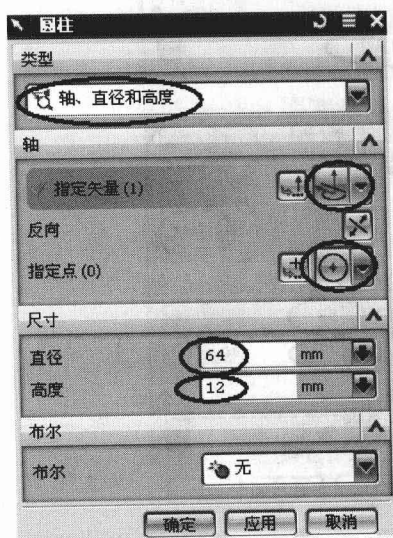
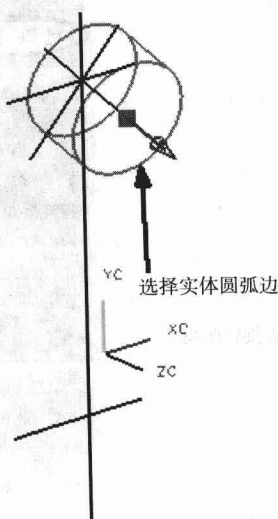
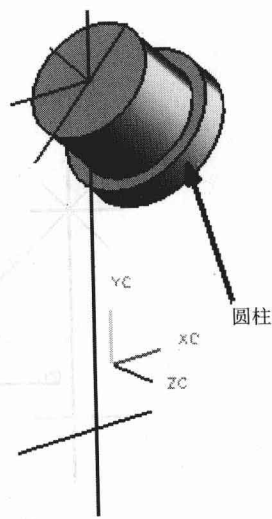

图 1-29
图 1-30
图 1-31
继续绘制圆柱。按照上述方法以直线来创建矢量，在【指定点 (0)】下拉框中选择  (圆弧中心/椭圆中心/球心) 选项，如图 1-29 所示；然后在图形中选择图 1-30 所示的实体圆弧边，在【直径】、【高度】栏中输入【64】、【12】，最后单击 **确定** 按钮，完成创建圆柱，如图 1-31 所示。